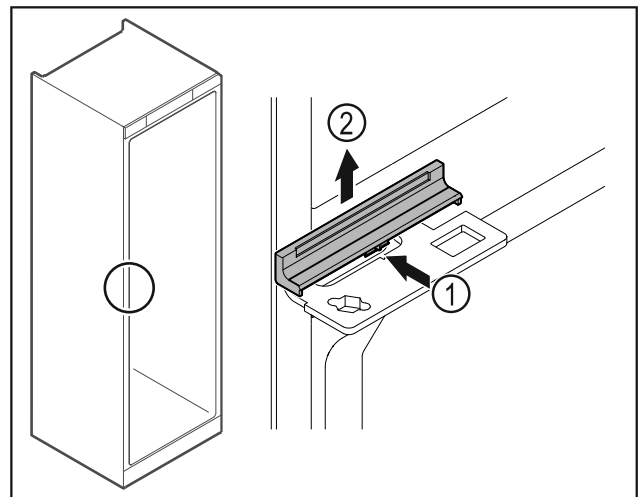

Fig. 37
- Appuyer légèrement sur le centre du cache Fig. 37 (1) et le retirer par le haut Fig. 37 (2).